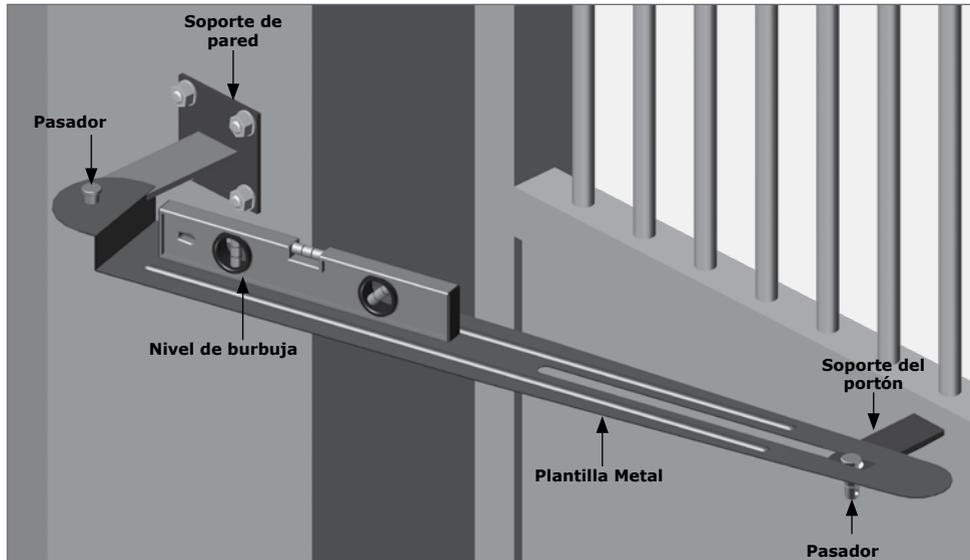

FIGURA 31. MONTE EL SOPORTE DEL PORTÓN
- Sosteniendo el soporte del portón debajo de la plantilla (como se muestra en la Figura 31), inserte el pasador a través de la ranura de la plantilla y en el soporte del portón